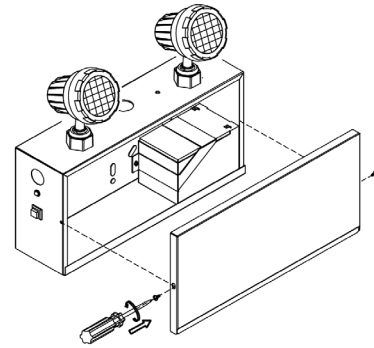

Fig. 1
2. Ouvrez l'unité en dévissant les vis du couvercle situées sur les côtés. Le couvercle avant peut ensuite être retiré (Fig. 1).